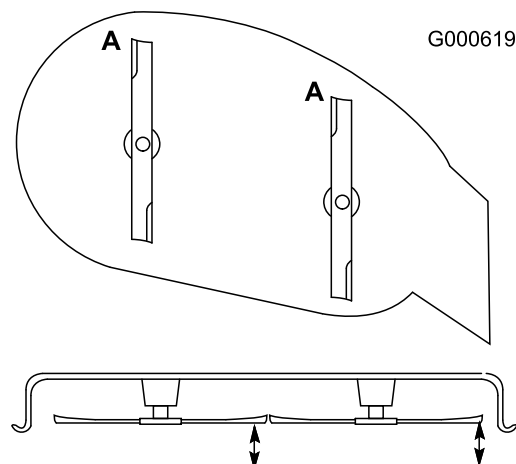

Figure 38
1. Tournez les lames dans le sens longitudinal (Figure 38). Mesurez la distance entre la surface plane et le tranchant (position A) des lames (Figure 38) et notez cette valeur.